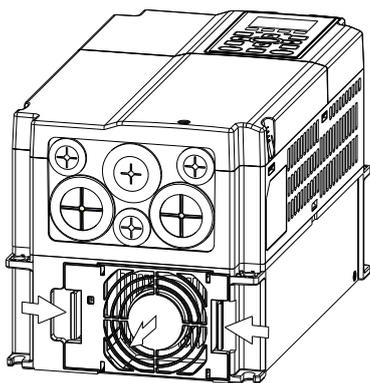

图 1
1. 如图 1 箭头所示，用手压下在风扇的左右两侧，即可顺利取出风扇。